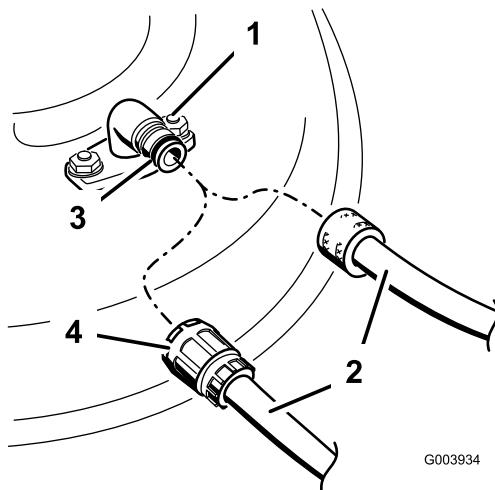

Figura 26
- Conecte una manguera al conector de lavado, y abra el grifo al máximo (Figura 26).